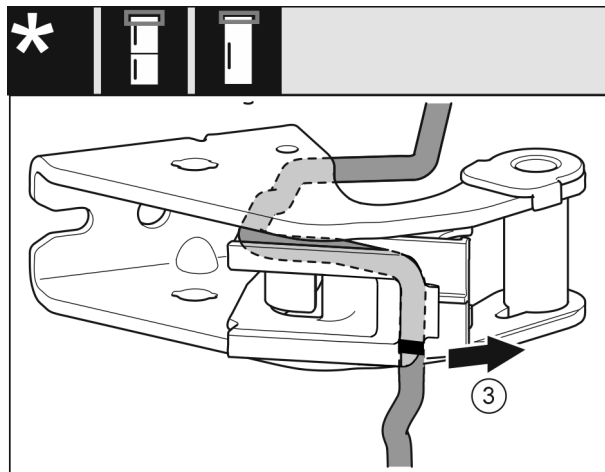

Fig. 27
- ▶ Kábel s držiakom kábla demontujte z ložiskového stojana. Fig. 27 (3)